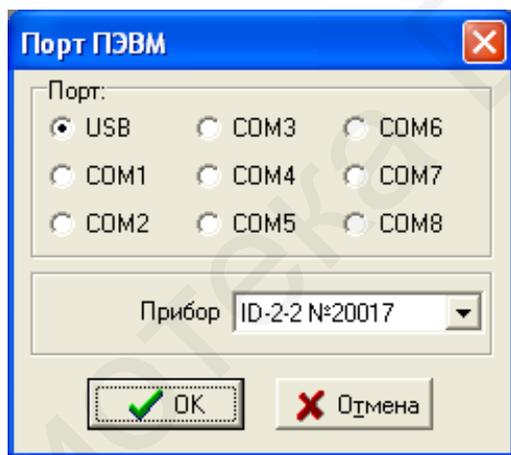

Рисунок 1.6 – Окно порта ПЭВМ
- в появившемся окне (рисунок 1.6) выбрать порт **USB**; при этом в области